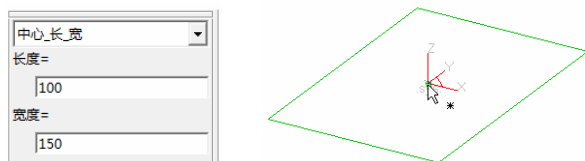

图 6-35 绘制矩形
2) 选择下拉菜单“造型”→“曲线生成”→“圆弧”命令, 或者单击“曲线生成栏”工具栏上的“圆弧”按钮, 选取“中心_长_宽”方式, 输入长 100, 宽 150 后, 选择原点为中心, 完成矩形绘制, 如图 6-35 所示。